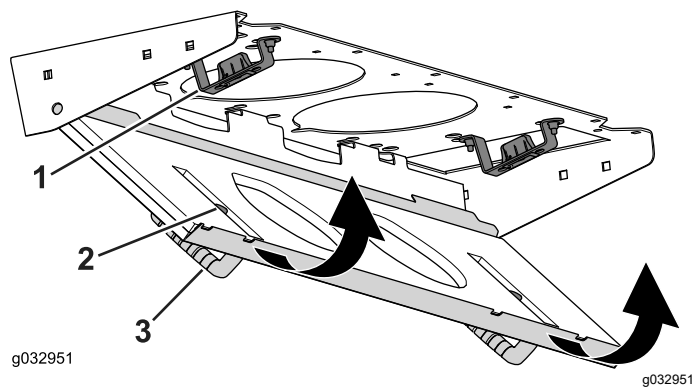

Figura 88
4. Gire la rejilla del filtro sobre las pestañas hasta que el cierre se enganche en el soporte (**Figura 88**).